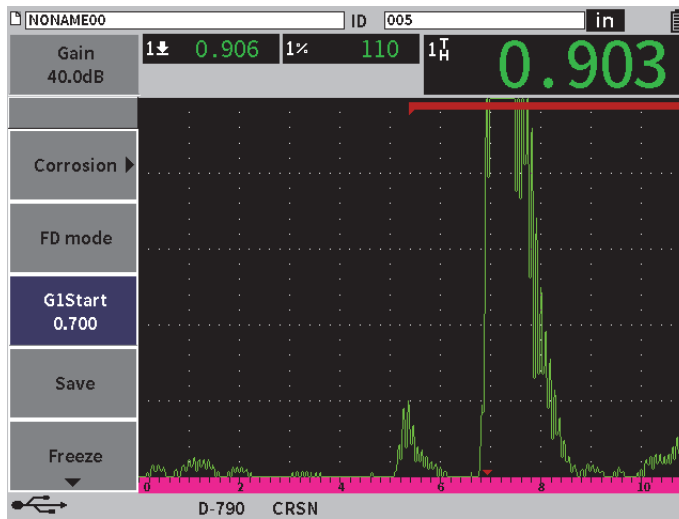

Рис. 11-40 Правильное начало измерения
- ◆ Выберите **G1Start** (С1Нач.) в боковом меню и с помощью ручки регулятора увеличьте или уменьшите начальное положение строга 1 для начала измерения в нужной точке (см. Рис. 11-40 на стр 230).